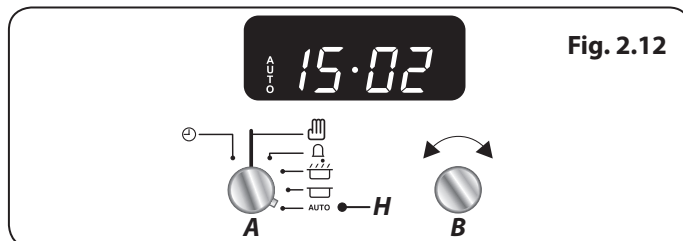

Fig. 2.12
5. Girare la manopola Timer (A) sull'impostazione Automatica (H) (**Fig. 2.12**). Se il display mostra l'ora attuale e la dicitura "AUTO", il forno è impostato per accendersi e spegnersi.